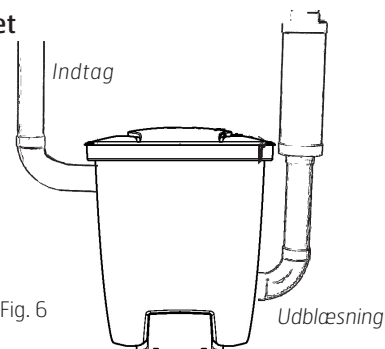

Fig. 6
5. Monter proppen på det udtag, hvor sugerørsfatningen tidligere sad. Skru den fast ved hjælp af de fire skruer. Udblæsningsrøret skal strammes godt til på væggen for at sikre, at det ikke kommer til at sidde løst på fatningen. Husk, at du skal kunne dreje det bøjede rør i forskellige retninger for at sikre et ordentligt rørføring. Tilslut derefter udblæsningsrøret og lyddæmperen, fig. 6. Monter centralstøvsugeren, så udblæsningsrøret er så kort som muligt, maks. 10 meter. Tag hensyn til dine omgivelser i forbindelse med placering af udblæsningen. Derfor bør du altid montere en lyddæmper.